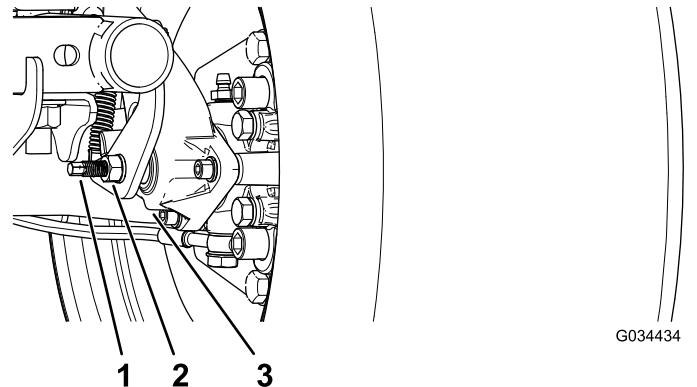

Figure 54
- Utilisez 2 clés, une pour maintenir le tenon de réglage en place sur l'étrier et l'autre pour desserrer l'écrou de blocage de 1/4 de tour (Figure 54).
- Tout en maintenant le tenon de réglage et l'écrou de blocage en place, tournez le tenon pour le serrer (Figure 54).
- Tout en maintenant le tenon de réglage et l'écrou de blocage en place, tournez le tenon en arrière de 1/4 de tour (Figure 54).
6. Tout en maintenant le tenon de réglage et l'écrou de blocage en place, serrez l'écrou de blocage (Figure 54).